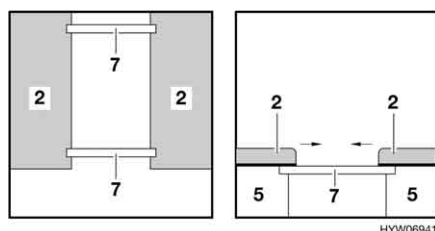

Fig. 53 Durante la trasformazione
- Estrarre le stange del letto (Fig. 53,7) dal cassone letto (Fig. 53,5).
- Sollevare i due cuscini del divano (Fig. 53,2) e collocare le stange del letto (Fig. 53,7) trasversalmente tra i due cassoni del letto nelle scanalature.